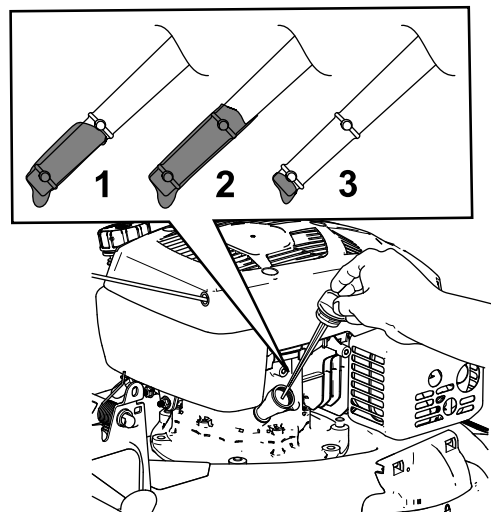

Figura 7
3. Retire la varilla (Figura 7) y vierta el aceite especificado hasta llegar aproximadamente a tres cuartas partes de la capacidad total del cárter por el tubo de llenado de aceite.
6. Observe el nivel de aceite en la varilla (Figura 7).